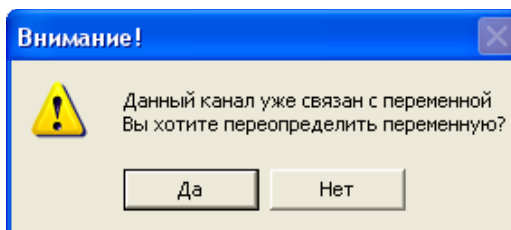

Рис. 20 Предупреждающее сообщение
- Щелчком левой кнопки мыши выбирается вход или выход из списка в левом или правом столбцах. Если входу (выходу) уже присвоено значение переменной – появляется сообщение, показанное рис. 20;